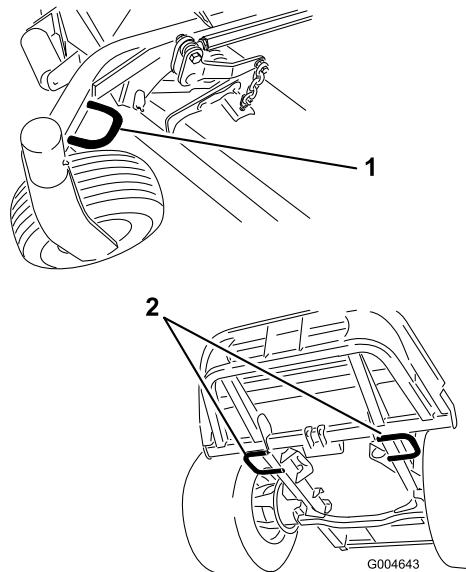

Figura 37
- Sujete la máquina firmemente al remolque o al camión con cadenas, correas, cables o cuerdas, según lo estipulado en la normativa de tráfico local (Figura 37).